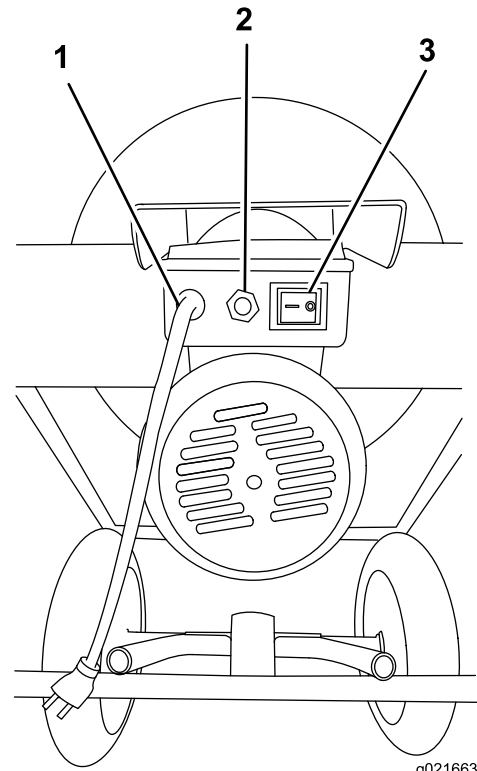

Figura 11
2. Encienda el motor moviendo el interruptor de Encendido/Apagado a la posición de Encendido; consulte Figura 11.
1. Apague el motor moviendo el interruptor de Encendido/Apagado a la posición de Apagado; consulte Figura 11.
1. Mueva el interruptor de Encendido/Apagado a la posición de Apagado; consulte Figura 11.
5. Pulse el botón de reinicio; consulte Figura 11.
7. Mueva el interruptor de Encendido/Apagado a la posición de Encendido; consulte Figura 11.